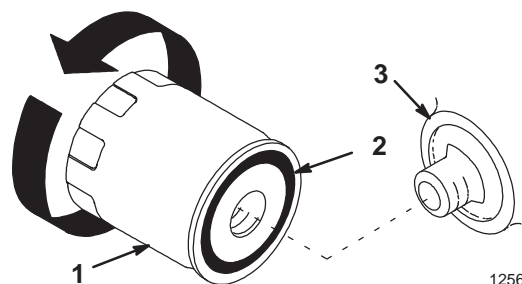

Figure 17
10. Changez le filtre à huile au besoin (Fig. 17).
2. Déposez le filtre à huile usagé et essuyez la surface du joint de l'adaptateur (Fig. 17).
3. Appliquez une fine couche d'huile neuve sur le joint en caoutchouc du filtre de rechange (Fig. 17).
5. Tournez le filtre dans le sens horaire jusqu'à ce que le joint rejoigne l'adaptateur, puis donnez 1/2 à 3/4 de tour supplémentaire (Fig. 17).